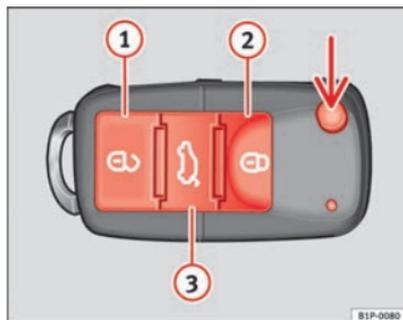

Abb. 46 Tastenbelegung
Mit der Taste  Abb. 46 (Pfeil) der Fernbedienung wird der Schlüsselbart ausgeklappt.
Fahrzeug entriegeln  \Rightarrow Abb. 46 ①.
Fahrzeug verriegeln  \Rightarrow Abb. 46 ②
Heckklappe entriegeln. Die Taste  \Rightarrow Abb. 46 ③ betätigen, bis alle Blinkleuchten am Fahrzeug kurz aufleuchten. Nach Drücken der Entriegelungstaste  ③ können Sie die Heckklappe innerhalb von 2 Minuten öffnen. Nach Ablauf dieser Zeit wird die Heckklappe wieder verriegelt.
- Drücken Sie die Taste   ⇒ Abb. 46 auf der Funk-Fernbedienung.